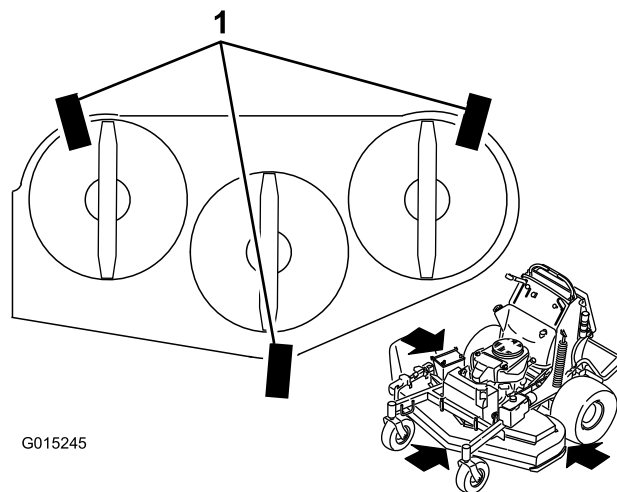

Figura 86
1. Coloque tres trozos de madera de 5 cm x 10 cm debajo de la carcasa del cortacésped, según se muestra en Figura 86.